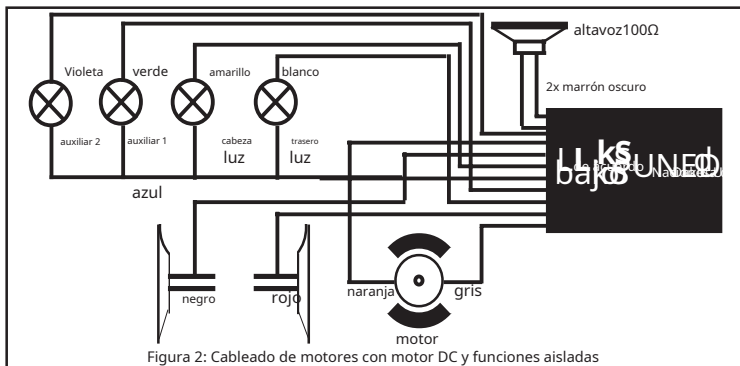
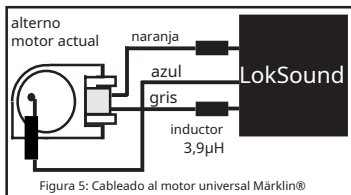

Figura 2: Cableado de motores con motor DC y funciones aisladas
Figura 5: Cableado al motor universal Märklin®
- a) Si los faros y las funciones están aislados del chasis del motor (sin tensión), proceder según la figura 2.
No se confunda por el hecho de que tanto la figura 2 como la 3a muestran cómo cablear motores de CC y sin núcleo. En la figura 5 se muestra cómo cablear un motor universal (Märklin®).
La figura 5 muestra cómo se conecta un motor universal (por ejemplo, un motor de CA de Märklin®) a un decodificador LokSound:
Usar únicamente **generadores de humo digitales** (por ejemplo, Seuthe No. 11) para motores cuyas salidas de iluminación y función auxiliar están conectadas como se muestra en la figura 2. Otros generadores de humo consumen demasiada corriente. ¡Hay generadores de humo con más de 250mA de corriente nominal en el mercado!